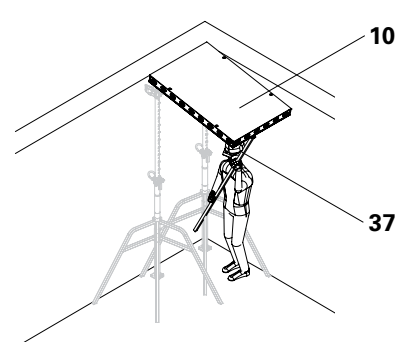
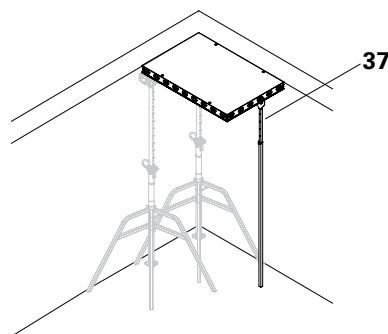

Fig. D2.03
Fig. D2.03a
4. Sollevare il pannello con l'asta di montaggio DUO (37) (Fig. D2.03) e puntellarlo con l'asta di montaggio. (Fig. D2.03a)